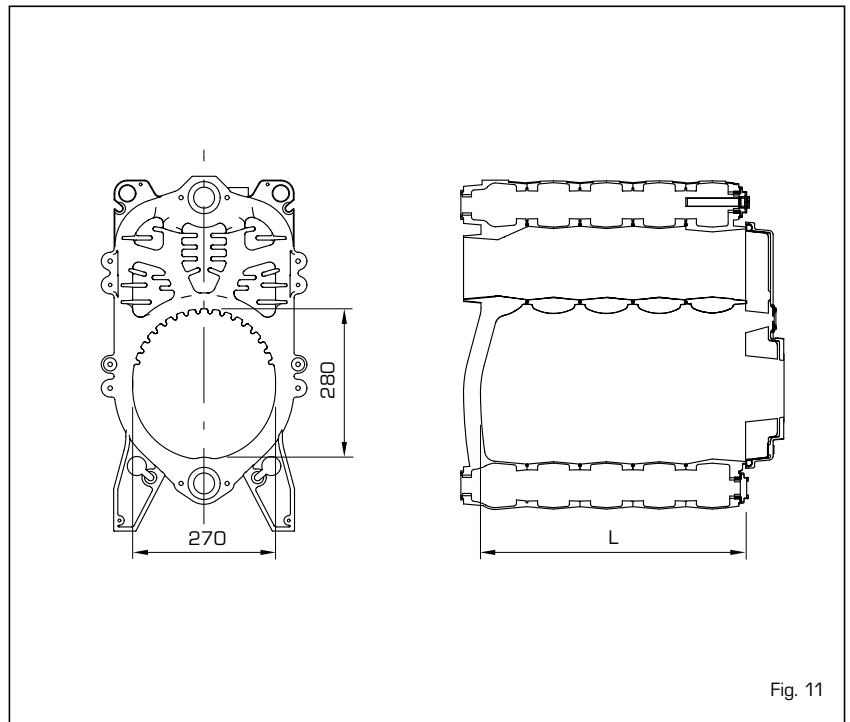

Fig. 11
3.1 DIMENSIONES CAMARA DE COMBUSTION (fig. 11)
La cámara de combustión es del tipo de pasaje directo y está en conformidad a la norma EN 303-3 anexo E. Las dimensiones están enunciadas en la fig. 11. Un respectivo tablero de protección está aplicado sobre la pared interior del cabezal posterior de todos los modelos.